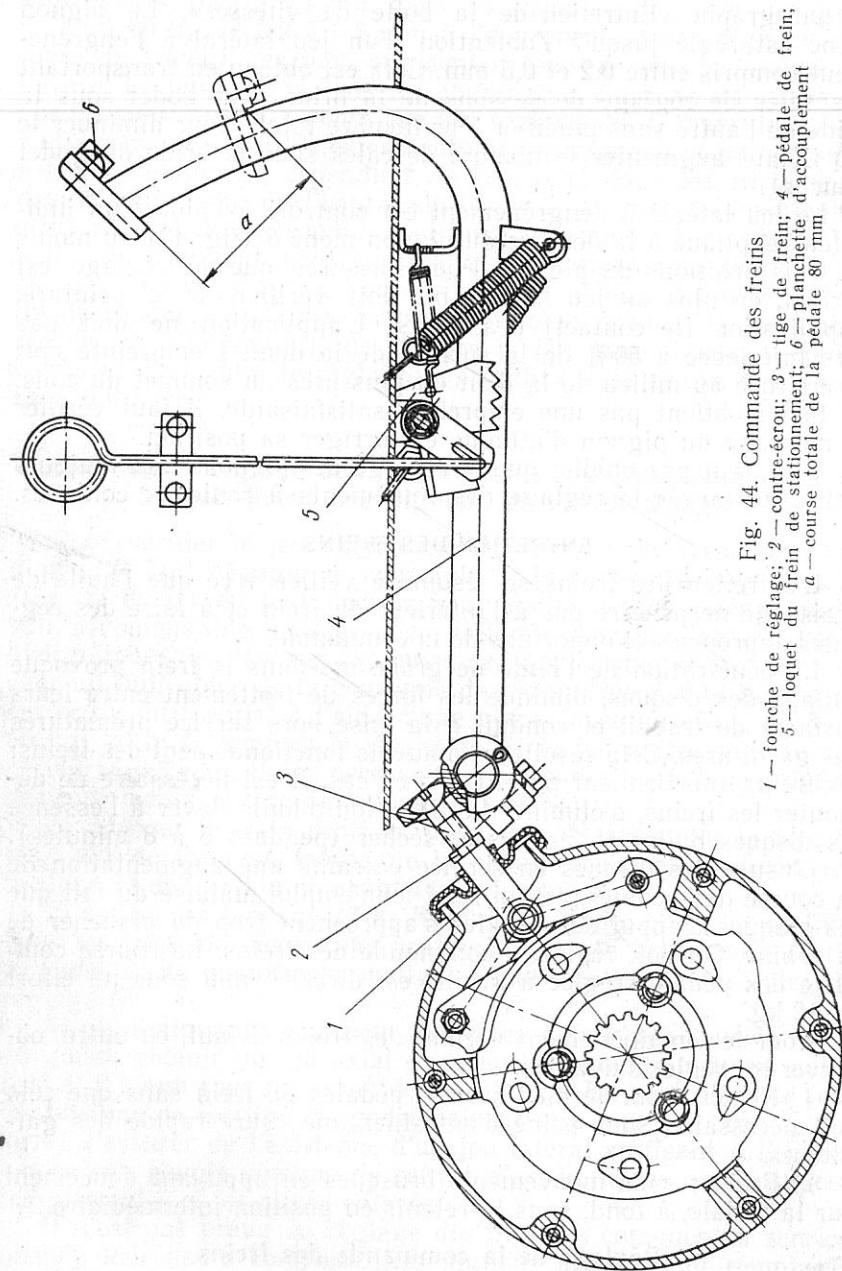

Fig. 44. Commande des freins
- 1) desserrer les contre-écrous 2 (fig. 44) des tiges de frein 3;